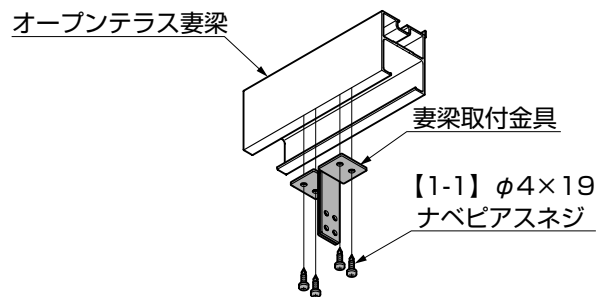

図2-2 A部詳細図
- ①「1. 基本寸法と各部名称」を参照してレベル調整フィックス下枠を切断し、φ5の孔をあけてください。
- ②妻梁取付金具をオープンテラス妻梁に【1-1】で取付けてください。(図2-2参照)